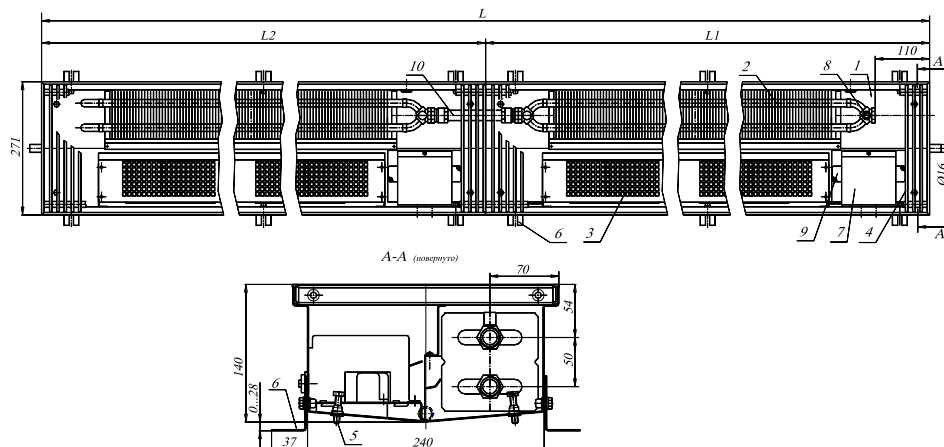

Рис.1 Конвектор КВОК12 27.14.310...600-ВКТ-П
4.1. Каждая секция конвектора имеет (см. рис.1, 3):
4.2 Размеры изделий представлены на Рис.1, 2, 3, 4 и в таблице 1, 2.